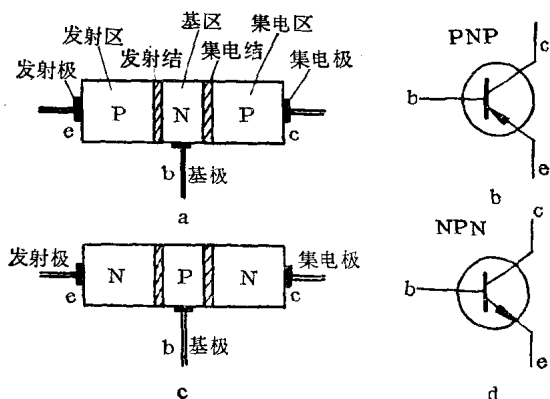

图 1-12 晶体三极管的结构和符号
(2) 晶体三极管 它是由两个 PN 结构成的元件，如图 1-12 所示。按 PN 结的作用不同，分别叫发射结和集电结，这两个 PN 结把一块晶体分成三个区域，从左至右分别称它们为发射区、基区和集电区。